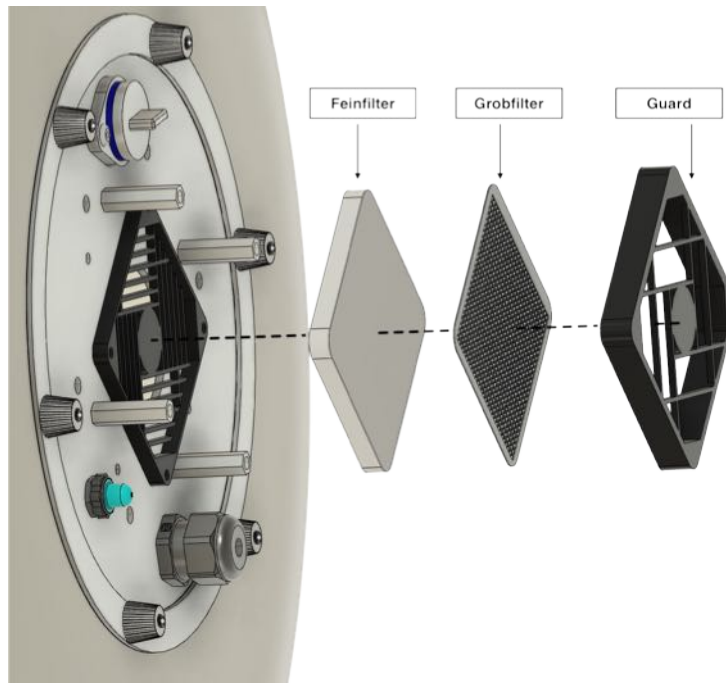

Abb. 11
2. Retirez le couvercle du filtre (Guard) et retirez les deux cartouches filtrantes (Fig. 11)